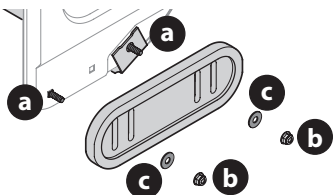

Figure 71
2. Gire y vuelva a montar las zapatas antideslizantes nuevas con los cuatro pernos del carro (a) (dos a cada lado) y las tuercas hexagonales con reborde (b) y las arandelas planas (c) (Figure 71).